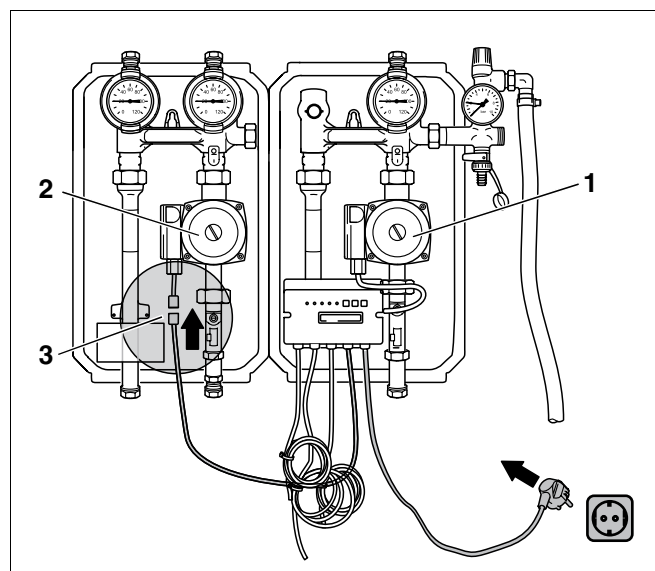

Fig. 7 Ligação eléctrica da KS 02.. R
- Ligue o cabo da rede da bomba de circulação 1 (Fig. 7, **Item 1**) ao aparelho de regulação através do acoplamento de encaixe (Fig. 7, **Item 3**).